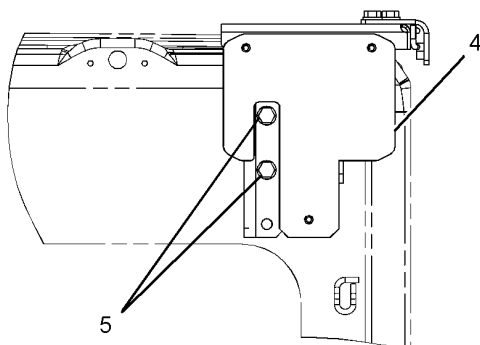

Fig. 247
- b. Monter beslag (4) igen med boltene (5), der sidder i de to øverste huller i beslaget. Se fig. 247.